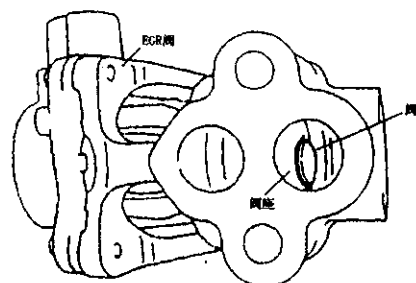
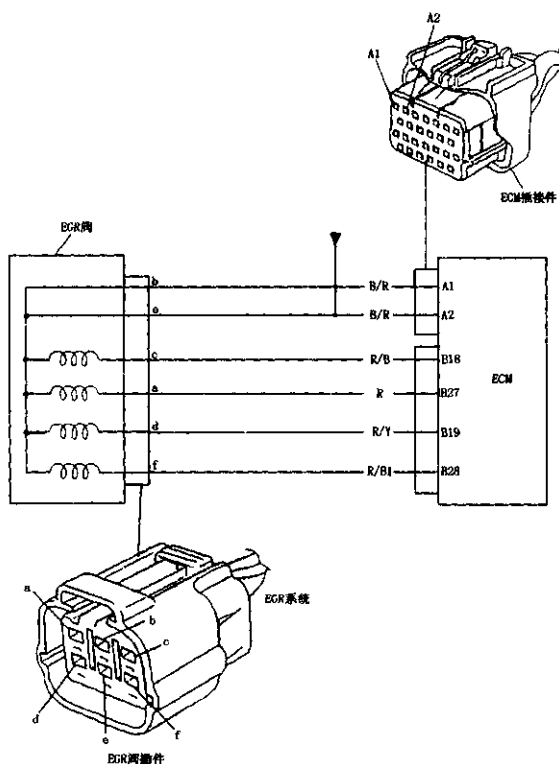

图 2-102 检查废气再循环系统阀
图 2-103 废气再循环系统电路图
- (4) 拆下废气再循环系统阀及进气歧管上垫片。拆下废气再循环系统阀管。
- (5) 从废气再循环系统阀气体通道上拆下碳精棒,小心不要损坏。
- (6) 检查阀、阀座和阀杆是否损伤、裂纹和变形,如图 2-102 所示。
- (7) 检查废气再循环系统通道是否堵塞或漏气。发现故障,应进行检修或更换新件。
- (8) 废气再循环系统电路,如图 2-103 所示。